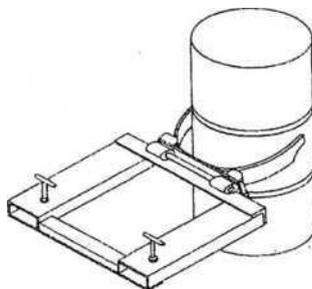

Figure 2
6. Avancez l'appareil sur le fût en abaissant lentement les pinces au fur et à mesure que vous avancez. Les pinces s'ouvrent et se ferment autour du fût (Figure 2) :